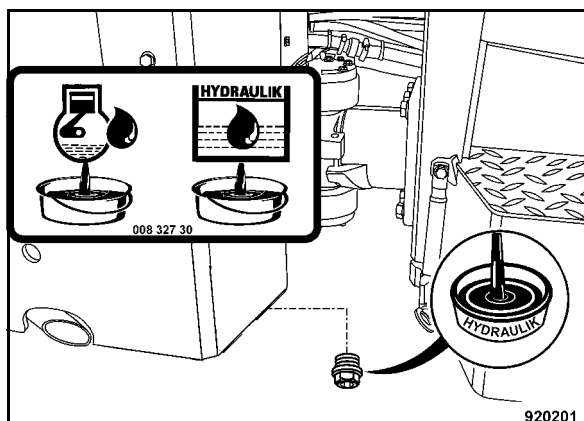

Fig. 128
- Desenroscar el tapón de la derecha (Fig. 128), descargar el aceite hidráulico por completo y recogerlo.